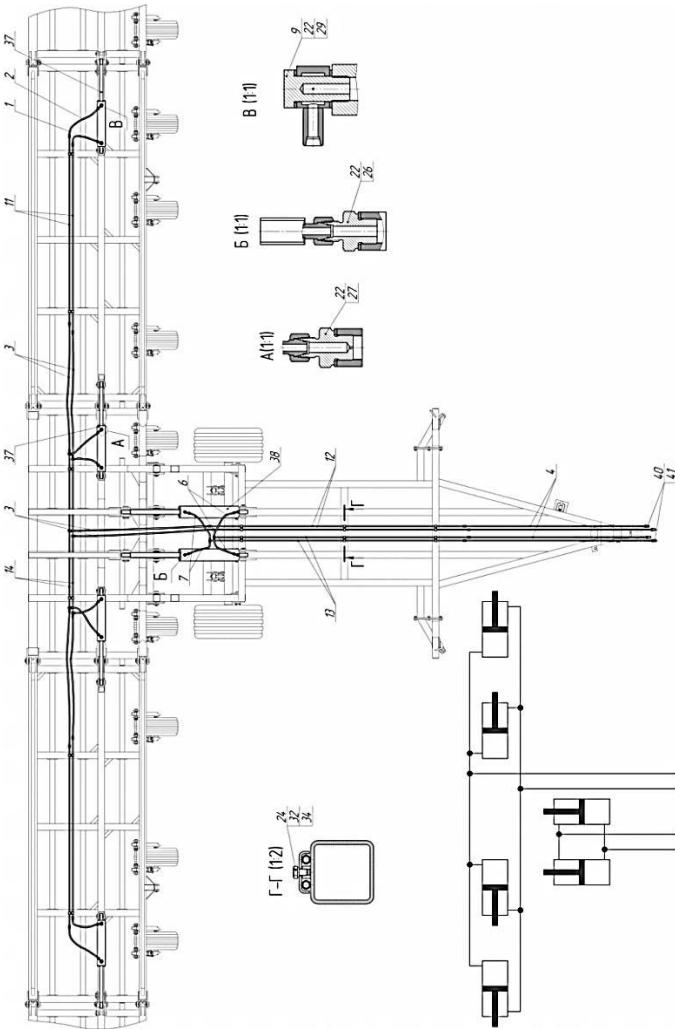

Рисунок 4 – Схема гидросистемы культиватора
3.5 Гидросистема предназначена для перевода культиватора из транспортного положения в рабочее и обратно, для разворотов культиватора в конце прохода. Состоит из металлических маслопроводов (рисунок 4), рукавов высокого давления (РВД), гидроцилиндров подъёма рабочего полотна 125x56x590 поз. 38, гидроцилиндров складывания крыльев и открылоков 80x40x400 поз. 37. Расчетный объем гидросистемы: в рабочем положении – 27 литров; в транспортном положении – 22 литра.
4.1.6 Соединить гидромагистрали согласно схемы рис.4.